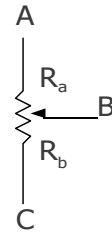

Figura 3.1
Resistores variáveis são resistores cujo valor pode ser ajustado dentro de uma faixa estabelecida pelo fabricante (zero ao valor máximo). Isto é possível devido o mesmo possuir um cursor que varre toda a resistência elétrica do resistor, sendo assim possível obter o valor desejado. A Figura 3.1 mostra o símbolo de um resistor variável. Uma das principais utilizações do resistor variável é quando se deseja construir um divisor de tensão variável, ou seja, onde podemos mudar o valor da tensão de saída do mesmo através de um botão de ajuste.
4.1- Utilizando um potenciometro de 1 k Ω , identifique seus terminais A, B e C em conformidade com a figura 3.1.